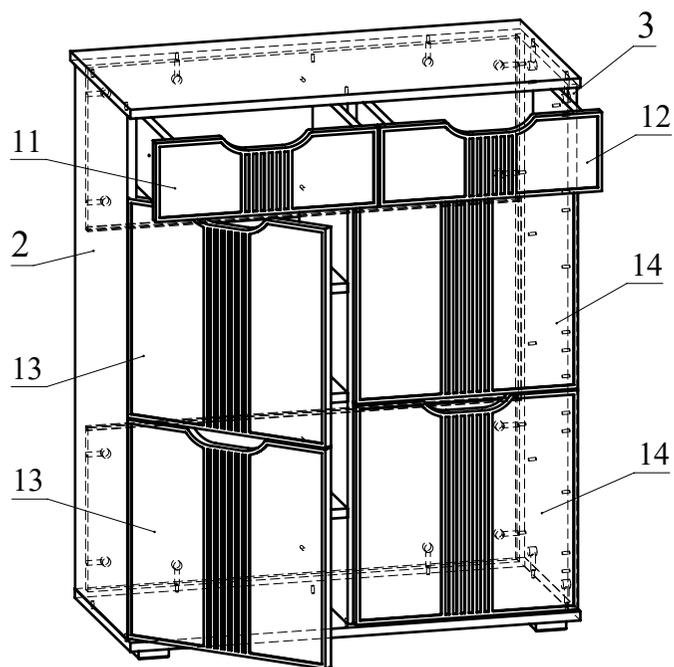

Рис.15
11. Установите ящики в корпус комода (Рис. 15).
12. Установите двери 13, 14, ответные планки петель закрепите на детали 2, 3 при помощи евровинтов (Рис. 15).